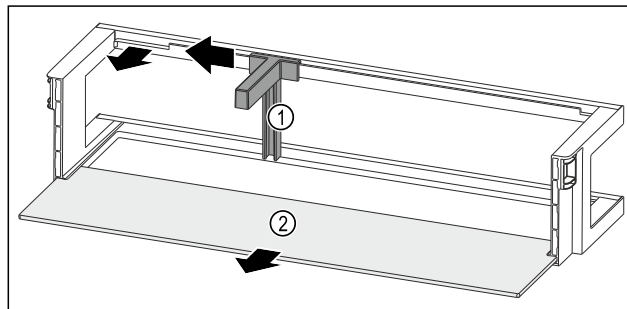

Fig. 65 Oviteline pullonpitimen ja säilytyshyllyn kanssa
- ▶ Työnnä pullonpidin Fig. 65 (1) sivulle koloon saakka.
- ▶ Ota pullonpidin Fig. 65 (1) pois.
- ▶ Ota säilytyshylly Fig. 65 (2) pois.